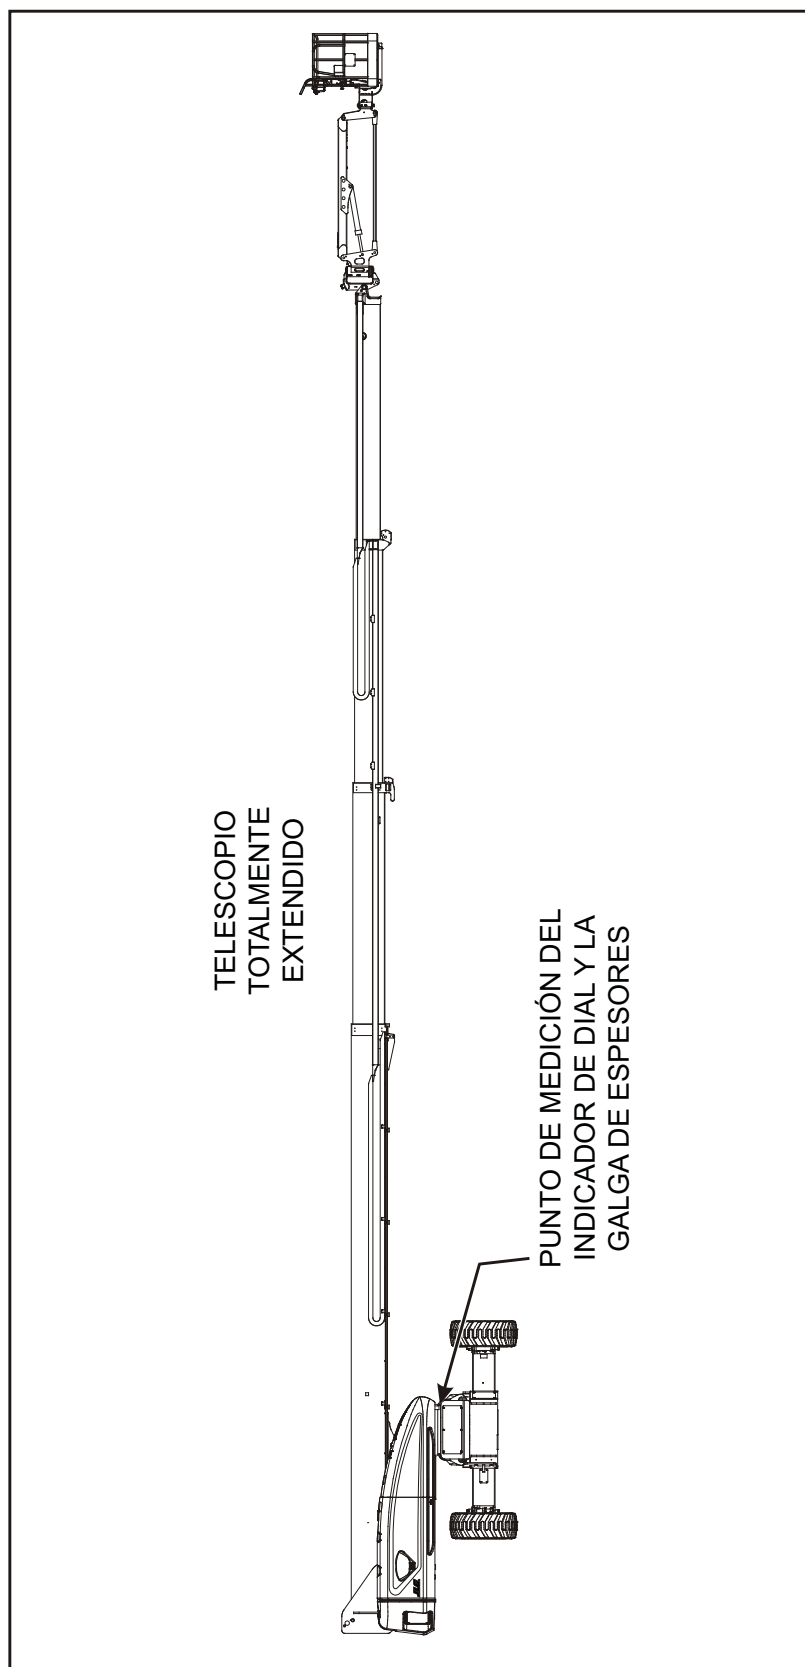

Figura 3-53. Colocación de la pluma de tolerancia del rodamiento oscilante – Hoja 2 de 2
- d. En la posición que se indica en la Figura 3-53., inserte una galga de espesores de 0,14 mm entre el perno y la arandela endurecida en la posición indicada por la flecha.
2. Luego, coloque la pluma principal totalmente extendida y horizontal como se muestra en la Figura 3-53., Colocación de la pluma de tolerancia del rodamiento oscilante – Hoja 2 de 2. Lea la medición registrada en el manómetro del indicador de dial.